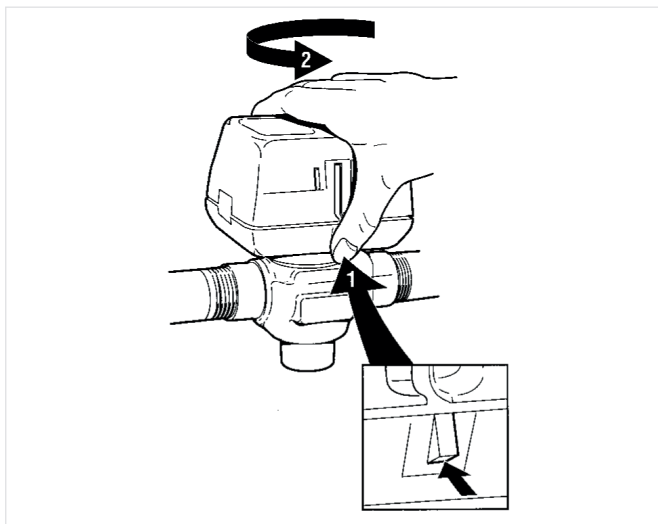

Рис. 6 Механізм фіксатора
- 3) Головка привода автоматично фіксується на клапані (див. рис. 6). Щоб зняти її, підніміть засувний механізм, розташований безпосередньо під червоним важелем ручного відкриття. Притисніть головку до корпусу клапана з помірним зусиллям і одночасно поверніть її проти годинникової стрілки на 1/8 обороту (45 градусів).